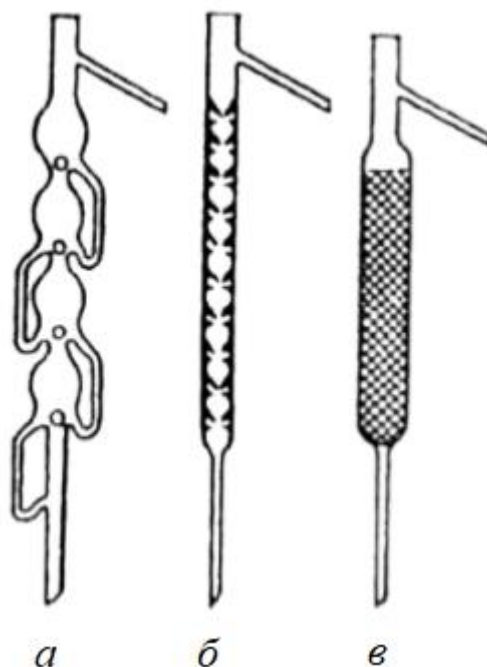

Рис. 6 – Дефлегматоры:
*Дефлегматоры* (рис. 6) применяют для более тщательной фракционной перегонки. В верхнее отверстие дефлегматора вставляют термометр, а с помощью отводной трубки (в верхней части) дефлегматор соединяют с холодильником.